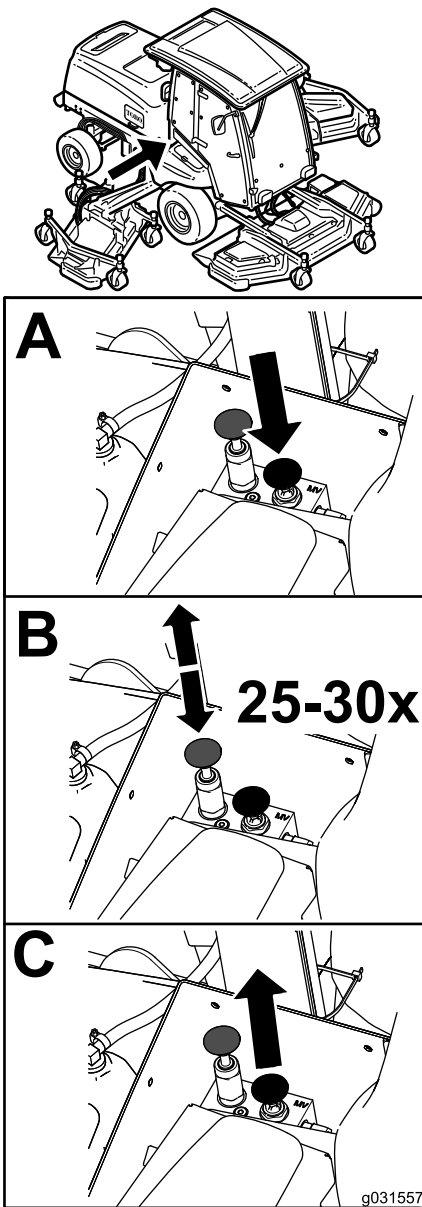

Figura 68
1. Válvula de derivação (2)
4. Solte manualmente o travão de estacionamento automático utilizando a válvula de distribuição e o êmbolo, conforme se mostra na Figura 68.